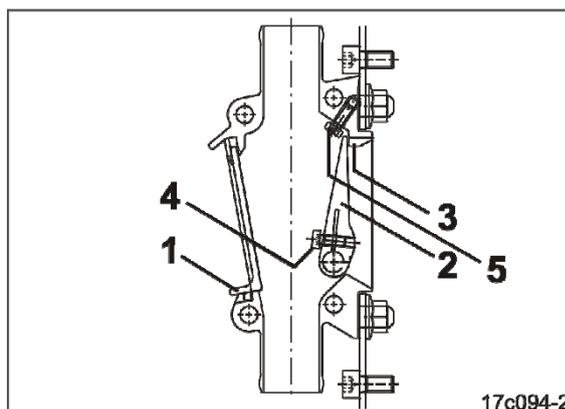

Fig. 194
2. Desplazar la ventana de montaje (Fig. 194/1) hacia arriba y extraerla hacia delante de la caja de trampillas.
3. Presionar la trampilla (Fig. 194/2) contra el tope (Fig. 194/3) y soltar el tornillo de hexágono interior (Fig. 194/4) hasta que la trampilla se pueda mover fácilmente del eje.
4. Desatornillar el tornillo de inmovilización (Fig. 194/5) unos 5 mm para que no se pueda mover la trampilla desactivada y el orificio del depósito de siembra permanezca cerrado.